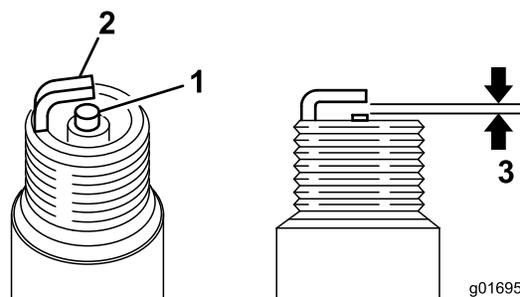

Figura 39
3. Ajuste la distancia entre electrodos a entre 0,6 y 0,7 mm, tal y como se muestra en la (Figura 39). Instale correctamente los electrodos y apriete la bujía a 23 N·m.